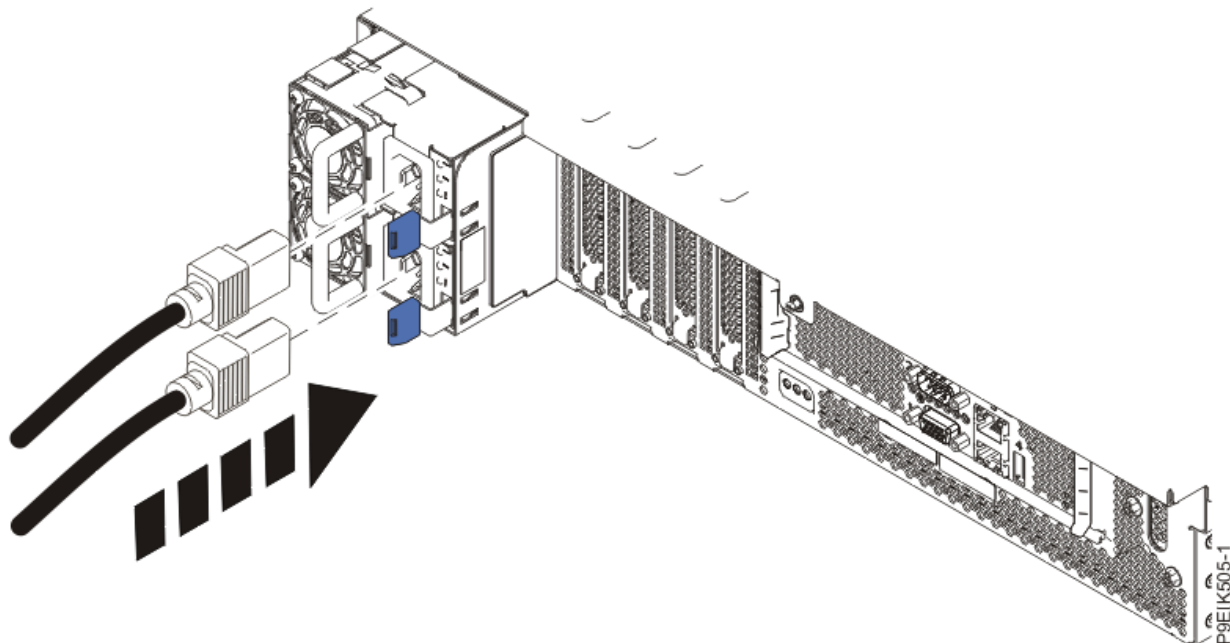

Figura 50. Conectando os cabos de energia ao sistema
2. Usando suas etiquetas, reconecte os cabos de energia à unidade de sistema, conforme mostrado na Figura 50 na página 93.